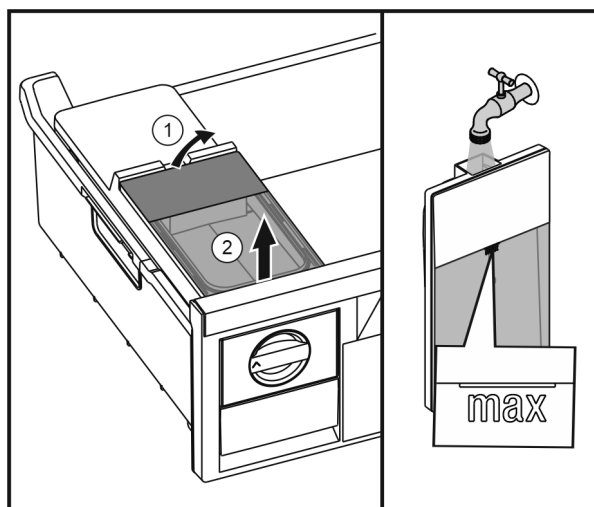

Fig. 48
- Soulever le réservoir d'eau depuis l'arrière Fig. 48 (1) et l'enlever vers le haut Fig. 48 (2).